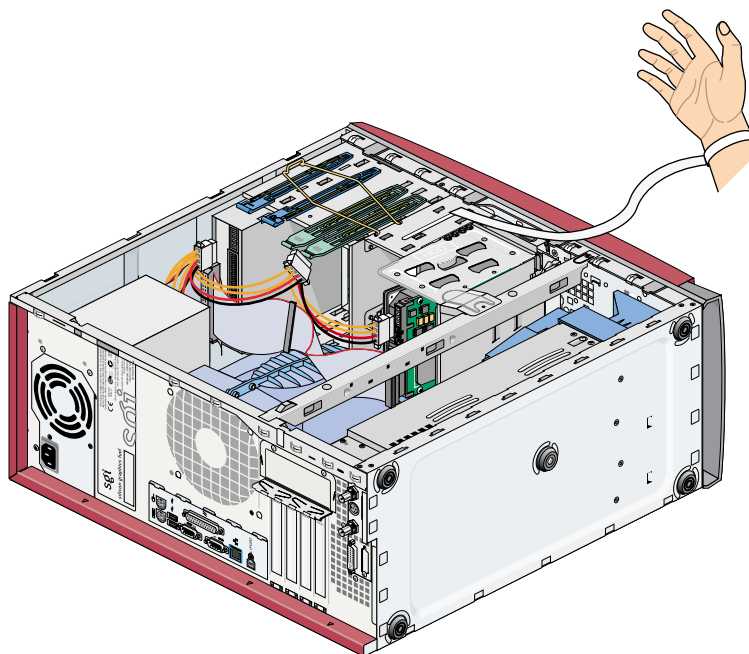

図4-6 シャーシへのリスト・ストラップの接続
**注意：**ワークステーション内部のコンポーネントは、静電気に対して非常に敏感です。ワークステーション内部の部品を取扱う際は、常にリスト・ストラップを装着してください。リスト・ストラップは、以下の手順に従って使用します（図4-6を参照してください）。